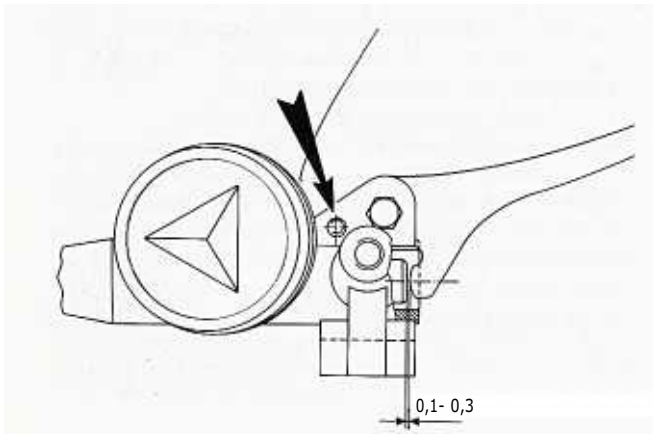

Bild 266
- Den Geberzylinder nach dem Zusammenbau wieder am Lenker anbauen, Bremsflüssigkeit auffüllen und die Bremsanlage entlüften. An einigen Modellen wird der Leerweg zwischen Hebel und Kolben mit kleinen Innensechskantschrauben eingestellt. Das Schraubengewinde mit Locktite versehen und dann den Leerweg einstellen (Bild 266). Beim Einbau des Geberzylinders darauf achten, dass die Hydraulikleitung nicht an der Instrumentenbefestigung scheuert, und dass der Bremshebel über den ganzen Weg betätigt werden kann, ohne am Lenkergriff anzustossen. Die Hebelachse nicht zu fest anziehen.